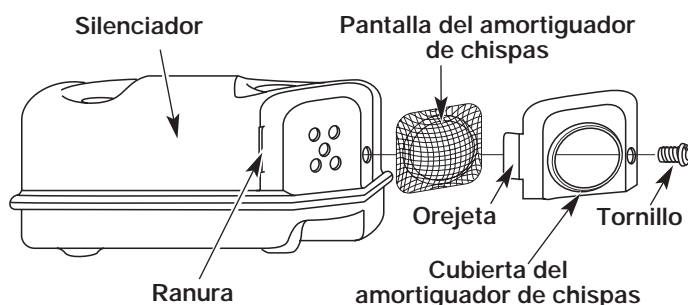

Fig. 69
2. Con un destornillador de vástago plano o broca Torx T20, saque el tornillo que conecta la cubierta del amortiguador de chispas al silenciador (Fig. 69).